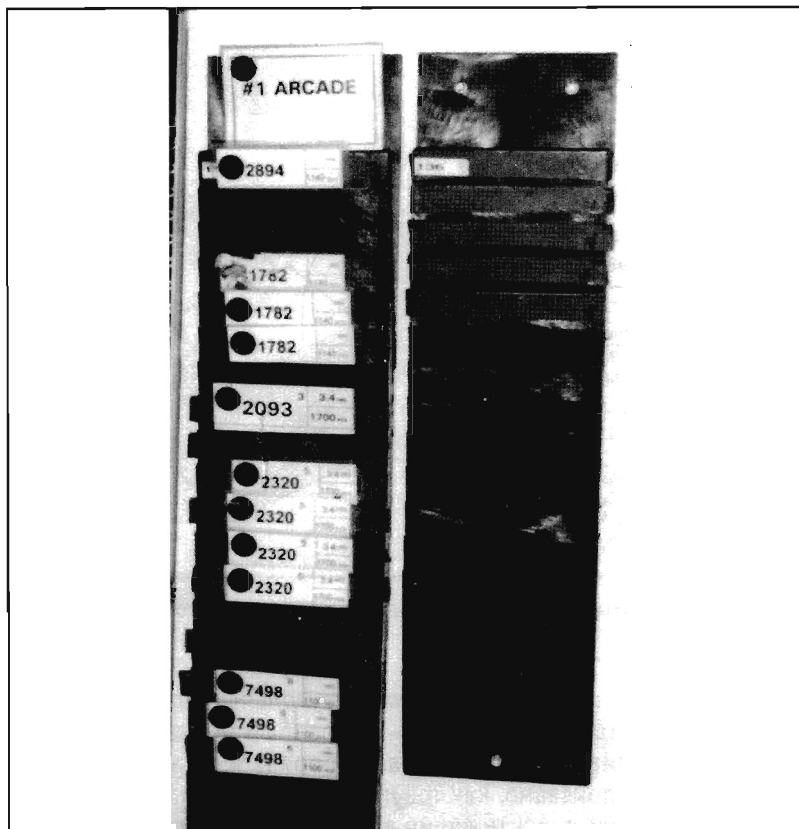

Рис. 5-7. Стойка с канбанами.
4. Разместить канбаны так, чтобы с первого взгляда можно было увидеть время цикла, наличные запасы и рабочие процедуры (см. рис. 5-7).